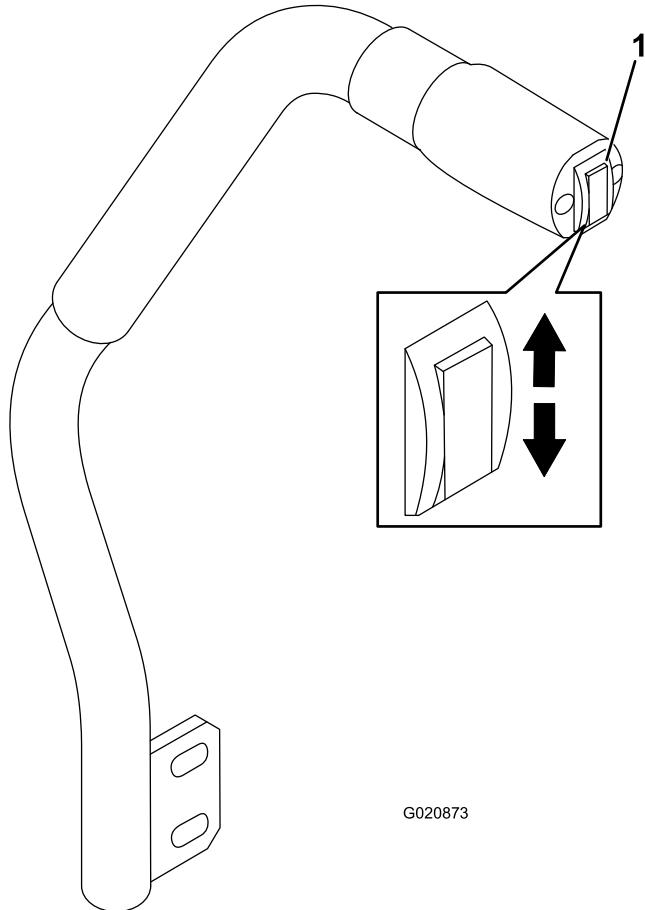

Bild 18
Mit dem Mähwerkhebelschalter senken Sie das Mähwerk ab und heben es an (Bild 18). Der Motor muss bei der Verwendung des Hebels laufen.
- Drücken Sie den Mähwerkhebelschalter nach unten, um das Mähwerk abzusenken (Bild 18).
- Drücken Sie den Mähwerkhebelschalter nach oben, um das Mähwerk anzuheben (Bild 18).
1. Drücken Sie den Mähwerkhubschalter bei laufendem Motor nach oben, bis das Mähwerk ganz angehoben ist, und lassen Sie den **Schalter sofort los** (Bild 18).